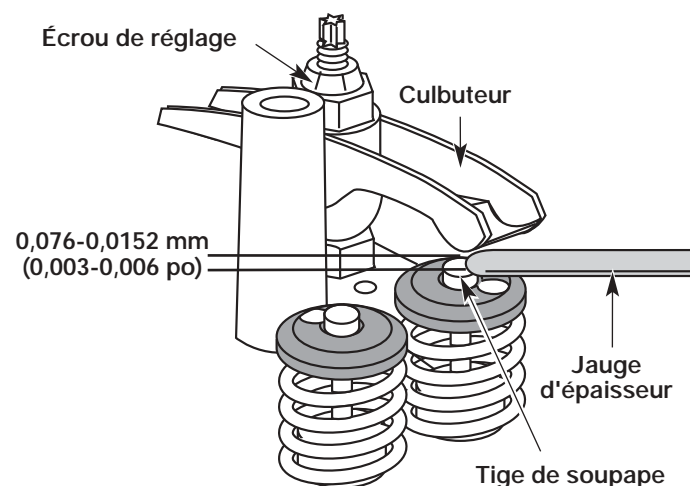

Fig. 72
- Tournez l'écrou de réglage à l'aide d'une clé de 8 mm (5/16 po) ou d'un tournevis à embout hexagonal (Fig. 72).